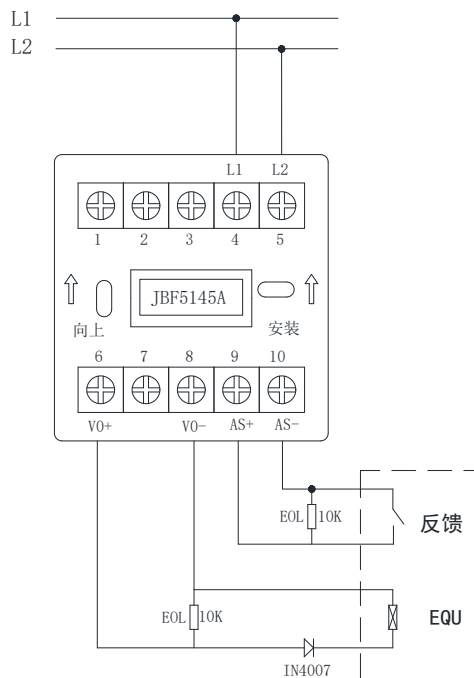

图 3 接线示意图
- ◆ 连接在 AS+和 AS-上的监视设备的动合端必须并联 10K Ω 终端电阻。见图 3。
- ◆ VO+（端子 6）、VO-（端子 8）：接被控设备（脉动触点）。模块启动后 VO+（端子 6）和 VO-（端子 8）可以脉冲输出。见图 3。